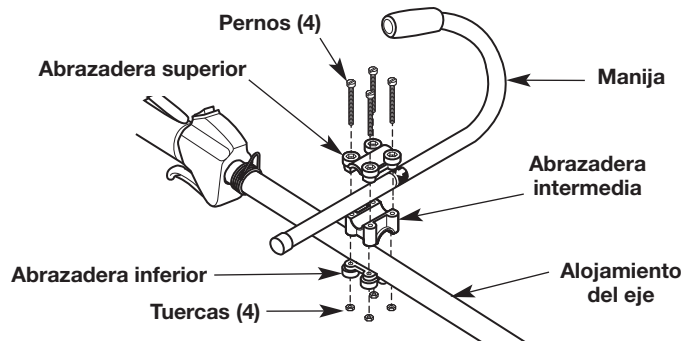

Fig. 2
1. Coloque la manija entre la abrazadera superior y la intermedia (Fig. 2). Si es necesario, rote o voltee la abrazadera intermedia hasta que los orificios de la abrazadera superior y de la abrazadera intermedia se alineen.
2. Coloque las abrazaderas y la manija por encima del alojamiento del eje y sobre la abrazadera inferior (Fig. 2).
**NOTA:** Asegúrese de que la parte curva de la manija se encuentre a la izquierda del operador (Fig. 2).
3. Mientras sujeta las partes juntas, inserte los pernos (4) en los orificios alineados (Fig. 2).
4. Atornille una tuerca en el extremo de un perno, pero solo ligeramente. Empuje la tuerca dentro del embutimiento hexagonal de la abrazadera inferior. Sostenga la tuerca en su lugar con un dedo para mantenerla en el embutimiento. Apriete el perno con un destornillador Phillips, pero no lo apriete completamente (Fig. 2). Repita este paso con cada tuerca y perno.
1. Afloje los pernos (4) ligeramente con un destornillador Phillips (Fig. 2).